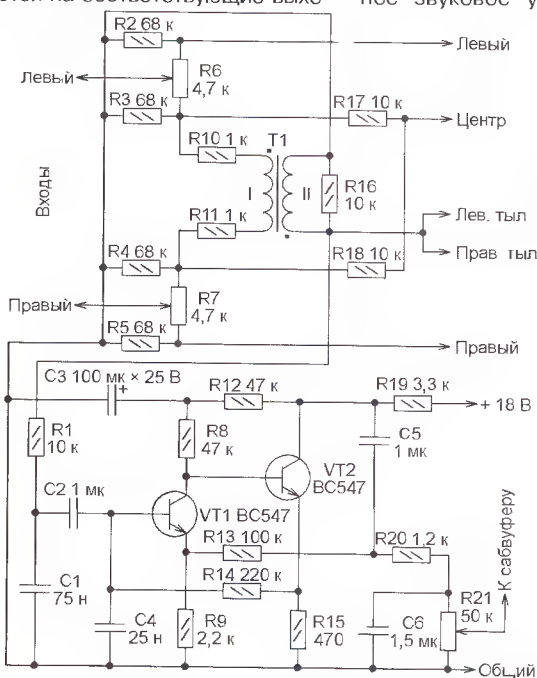

Рис. 2
**Преобразователь "стерео — псевдо 5.1"** (рис. 2 <[http://users.otenet.gr/~%20athsam/Circuits/Full\\_Surround.JPG](http://users.otenet.gr/~%20athsam/Circuits/Full_Surround.JPG)>) превращает обычный двухканальный стереосигнал в пятиканальный "окружающего" (surround) звучания и сигнал для сабвуфера. Входные сигналы левого и правого стереоканалов передаются на соответствующие выхо-